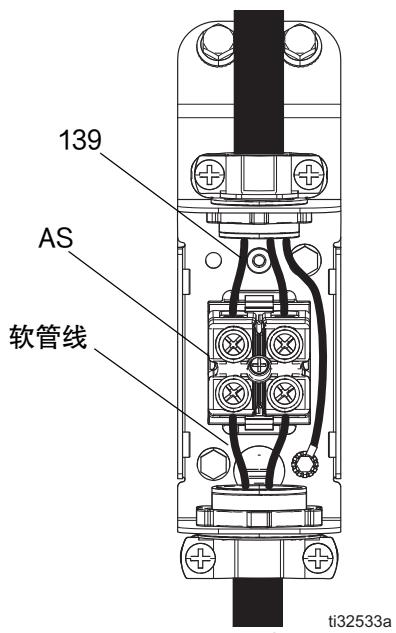

图 70
2. 松开螺栓 (68) 并向上提起门，打开电气外壳门 (173)。
3. 关闭断路器 CB5 并断开软管电气接线盒中的软管线。参见图 70（第 69 页）。
- b. 如果存在连续性，请重新连接电气接线盒中的软管线。参见图 70（第 69 页）。打开断路器 CB5。关闭电气外壳门 (173) 并拧紧螺栓 (68)。